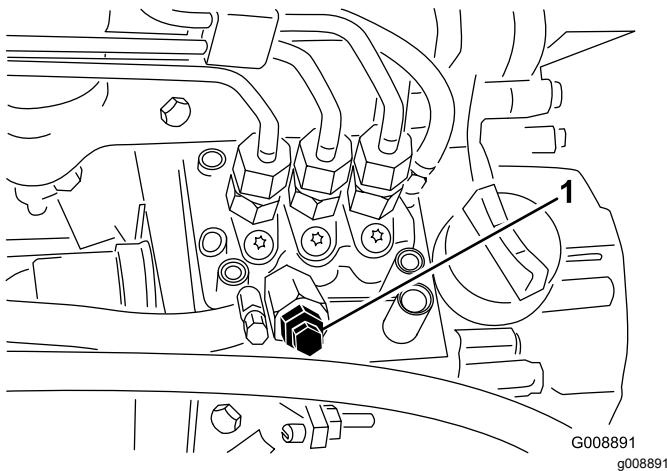

Figura 35
4. Aprite la vite di spurgo dell'aria, situata sulla pompa di iniezione del carburante (Figura 35).